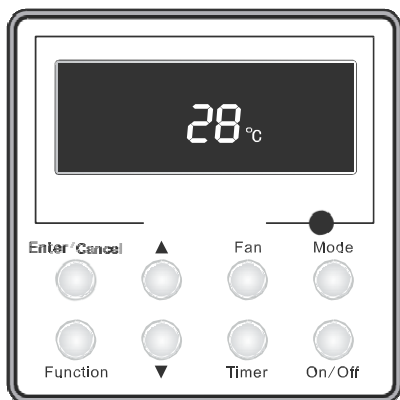

Fig.4 Unité OFF
- ①. L'écran apparaissant sur la Fig.4 est celui qui est affiché lorsque l'unité est éteinte après sa mise sous tension.